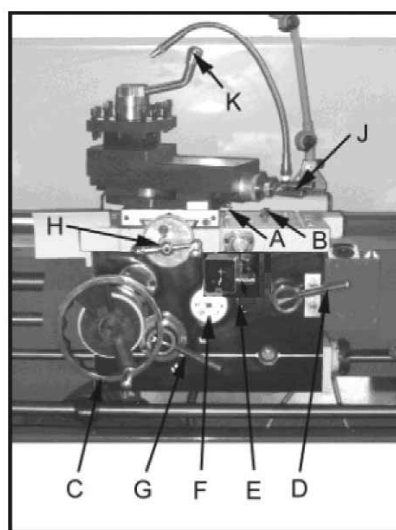

Fig. 13
6. **Tverrslidelås:** (A, fig. 13) Spaken sitter på tverrslides venstre side. Vri medurs for å låse og moturs for å låse opp.
7. **Sledelås:** (B, Fig. 13) Sperren sitter opp til høyre på sleden. Vri medurs for å låse. Vri moturs for å låse opp. (Observer: Sledelåsen må være åpen når sleden flyttes, ellers kan dreiebenken gå i stykker.)
8. **Ratt for lengdebevegelse:** (C, fig. 13) Sitter på forkledet. Vri rattet medurs for å flytte forkledet mot dubbdokken (mot høyre). Vri rattet moturs for å flytte forkledet mot spindeldokken (mot venstre).
9. **Lengde-/tverrmatingspåk:** (E, fig. 13) Kan stilles i tre posisjoner: øvre, midtre og nedre posisjon. Trykk spaken oppover for tverrmattingen. Trykk spaken nedover for lengdemattingen. Når spaken står i midtposisjon, kan skruen sikres med halvmutteren.
10. **Halvmutterpåk:** (D, fig. 13) sitter fram på forkledet. Brukes ved gjengeskjæring.
11. **Matertannspåk:** (G, fig. 13) Sitter fram på forkledet. Dra spaken oppover for å tanne inn. Dra spaken nedover for å tanne ut.
12. **Justerbar matespåk:** (F, Fig. 13) Om maskinen er overbelastet kan den slure. Da må skjærehastigheten minskes. Observer: Denne innstilling er kalibrert på fabrikk og skal ikke behøve å endres. Om innstillingen tross dette trengs å justeres, følg skjemaet på forkledets framside.
13. **Ratt for tverrbevegelse:** (H, fig. 13) Sitter overfor forkledet. Om den vri medurs flyttes tverrslide bakover på maskinen.
14. **Lengderegulering for support:** (J, fig. 13) Sitter bak på supporten. Vri medurs eller moturs for å flytte eller feste reguleringen.
15. **Stålholderlås:** (K, fig. 13) Sitter opp til på stålholderen. Vri moturs for å åpne låset og medurs for å låse det.